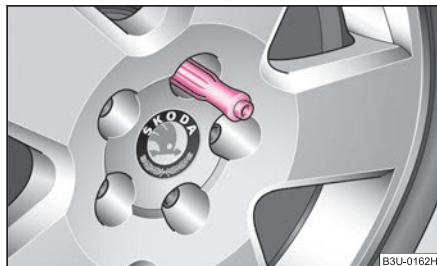

Abb. 196 Radwechsel:
- Drehen Sie diejenige Radschraube, die sich am weitesten **oben** befindet, mit dem **Innensechskant** im Schraubendrehergriff (Bordwerkzeug) vollständig heraus, und legen Sie sie auf einer sauberen Unterlage ab ⇒ **Abb. 196**.